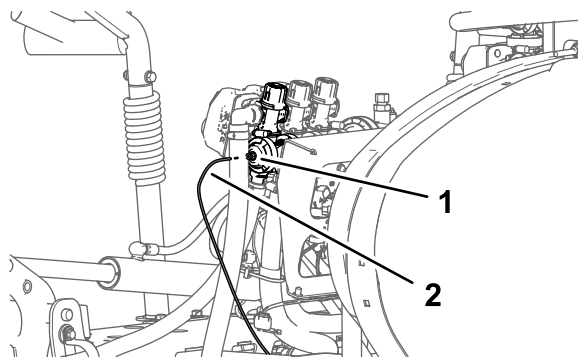

Figura 29
2. Tire del tubo del sensor de presión del indicador del salpicadero para sacarlo del acoplamiento del tubo (Figura 29).
1. Presione el anillo del acoplamiento del tubo en el tapón extremo de la válvula de sección del brazo derecha (Figura 29).